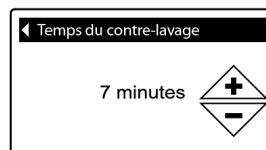

FIG.63
7. Appuyez sur SELECT (O) pour afficher l'écran d'information souhaité (Figures 63 à 66).
**8a. Temps du lavage à contre-courant :** Appuyez sur MONTER (▲) ou DESCENDRE (▼) pour modifier le temps du contre-lavage. Maintenez le bouton enfoncé pour avancer rapidement. Le temps du contre-lavage peut être réglé de 1 à 30 minutes\* (Figure 63).